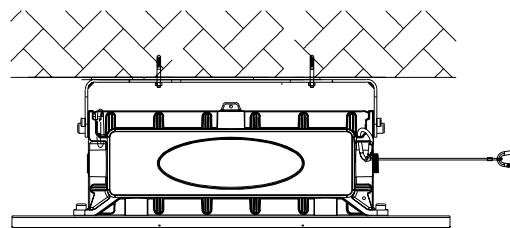

Figure 22
2. Surround the wire rope to the wire rope fixing position in the middle of the fixture. Tighten the wire rope (Figure 22).
2. Attachez le câble à la position de fixation du câble au milieu du projecteur. Serrez le câble (Figure 22).